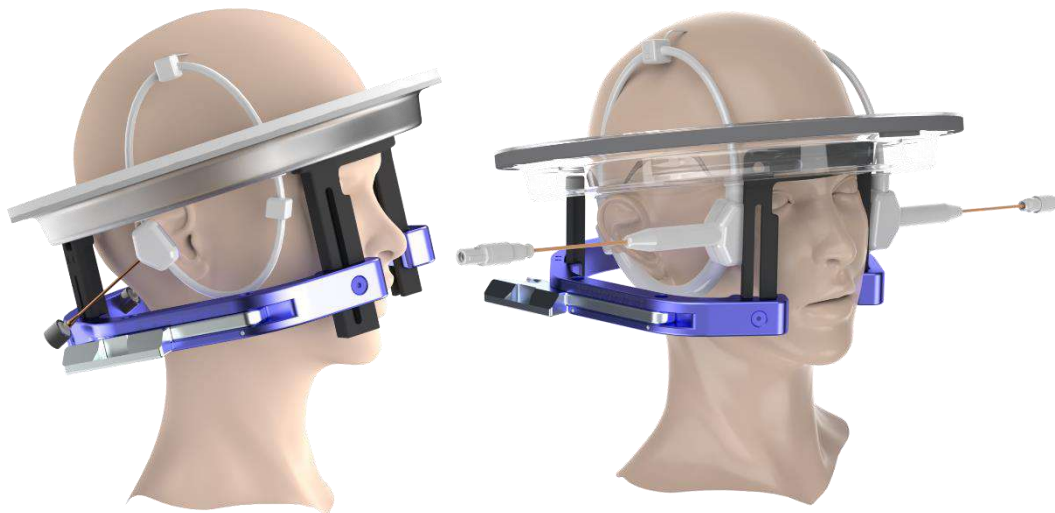
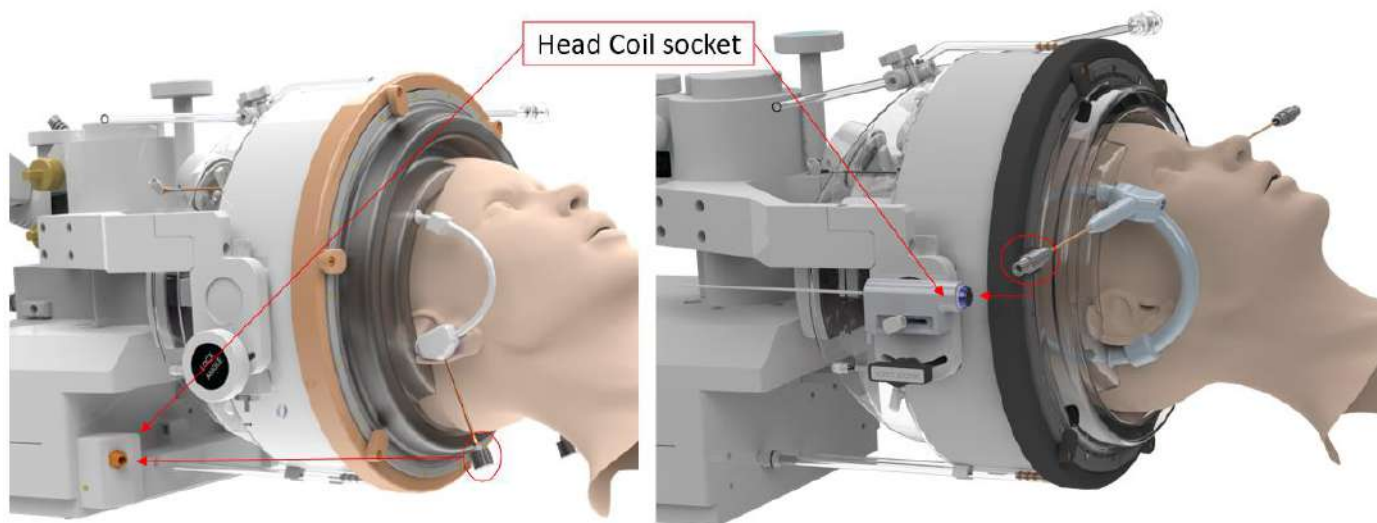

Figura 3-7: Exemplos de posições da Membrana de Paciente
Figura 3-8: Exemplos de posições da Membrana de Paciente segundo a posição da ficha da antena craniana.
- Membranas com antena craniana integrada: Certifique-se de que os conectores da antena craniana estão numa posição compatível em relação à posição da tomada da bobina do transdutor (ver **Figura 3-7** e **Figura 3-8**).
7. Se aplicável: ligue a Antena Craniana (ver **Figura 3-8**).